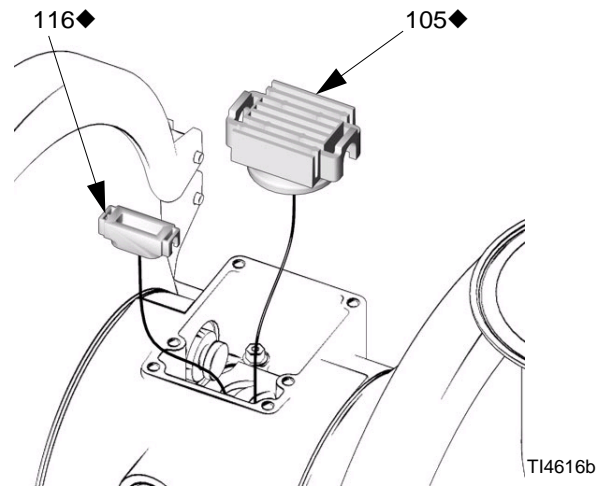

FIG. 7
3. Desplace el carro de la válvula (105) hasta la posición central y extráigalo de la cavidad. Con pinzas de puntas de aguja, extraiga el bloque piloto (116) de la cavidad, directo hacia arriba. Consulte la FIG. 7.